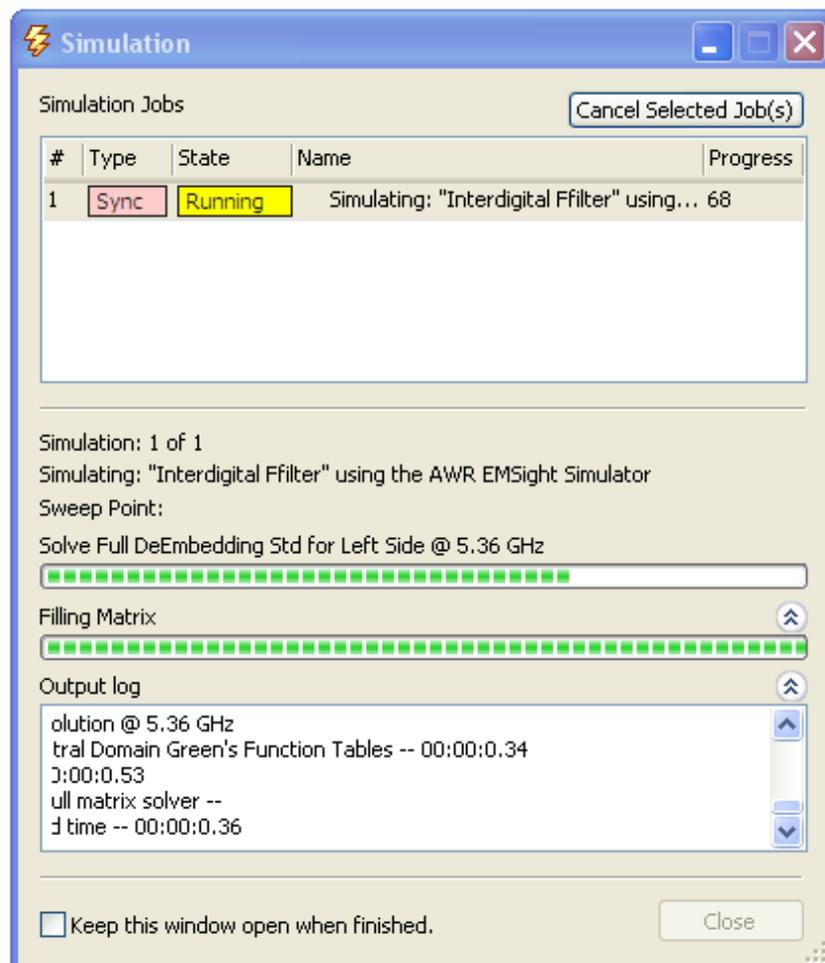

Рисунок 2.15 – Процесс расчета
3. Выберите **Simulate>Analyze**. Индикатор процесса расчета показывает частоты, на которых выполняется решение пошагово и процесс решения электромагнитного симулятора (Рисунок 2.15).